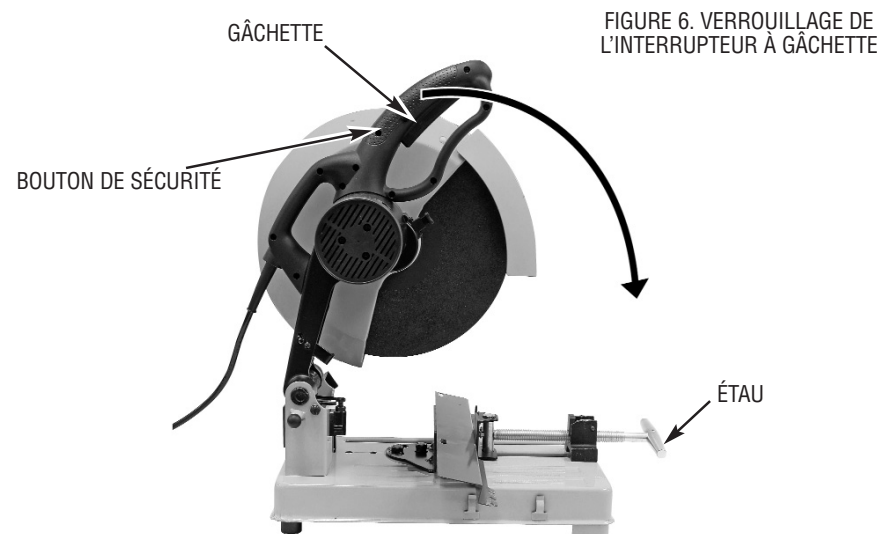

FIGURE 6. VERROUILLAGE DE L'INTERRUPTEUR À GÂCHETTE
9. Une fois la coupe terminée, éteindre la tronçonneuse en relâchant la gâchette. De cette façon, le bouton de sécurité revient aussi en position d'arrêt (" OFF "). Voir Figure 6.